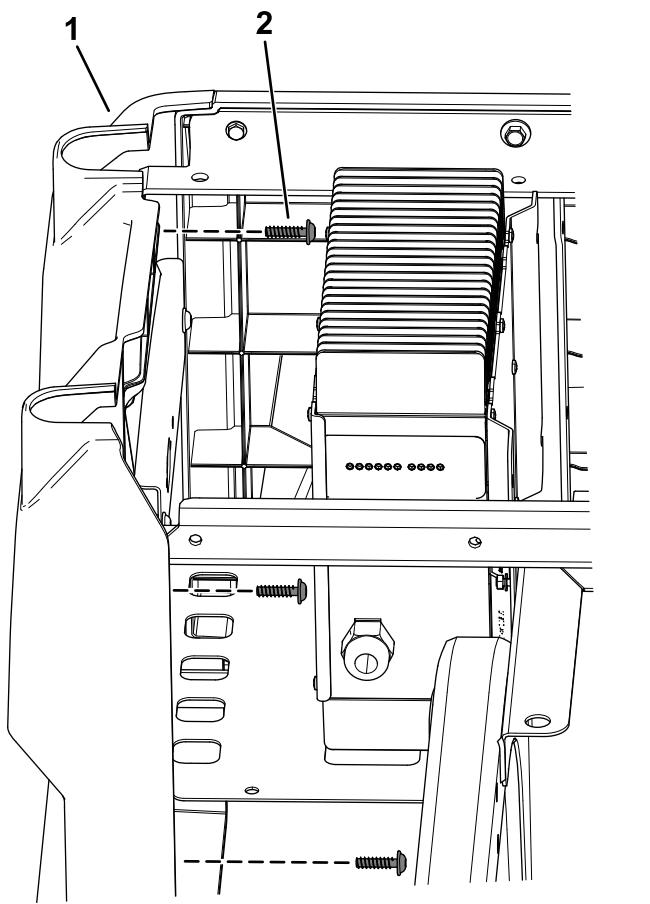

Figura 7
- Retire os 4 parafusos de cabeça torx (M6.0 x 22 mm) do painel lateral esquerdo e retire-o (Figura 7).